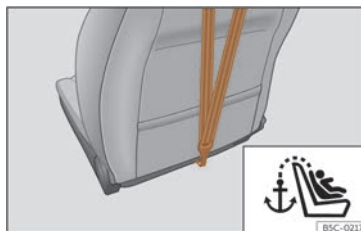
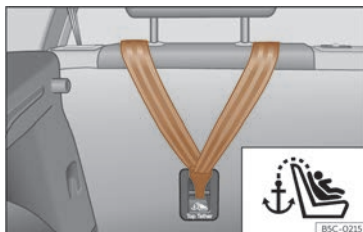

Abb. 44 Rückseite der Beifahrersitzlehne: Verankerung für den Top Tether Haltegurt (nicht in allen Märkten/Versionen erhältlich).
Abb. 43 Rückseite der Rücksitzbank: Verankerung für den Top Tether Haltegurt.
Kindersitze mit dem Top Tether-System sind mit einem Gurt für dessen Befestigung am Verankerungspunkt des Fahrzeugs ausgestattet. Dieser Verankerungspunkt befindet sich im hinteren Teil der Rückenlehne des Rücksitzes und des Beifahrersitzes¹⁾ (mit dem Symbol  gekennzeichnet) und bietet einen besseren Rückhalt >>> (Abb. 43), >>> (Abb. 44).
- Den Haltegurt verschieben und ordnungsgemäß an der Verankerung des hinteren Teils der Rücklehne befestigen >>> (Abb. 43), >>> (Abb. 44).